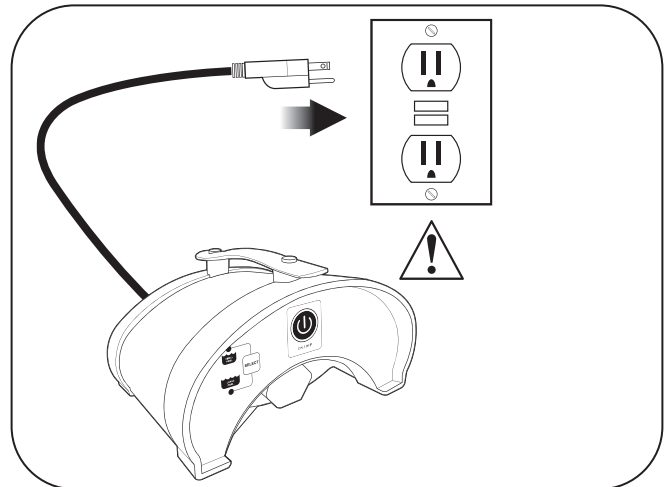

Figure 1. Brancher dans la prise d'alimentation
- ÉTATS-UNIS : Conformément aux exigences NEC® maintenir le boîtier de commande à au moins 1,5 m (5 pi) du bord de la piscine. CANADA : Conformément aux exigences du CCE, maintenir l'unité de contrôle à au moins trois (3) m (10 pi) du bord de la piscine.
1. Brancher la prise d'alimentation dans une fiche à DDFT (Figure 1). La prise d'alimentation doit être à 1,5 m (5 pi) du bord de la piscine.